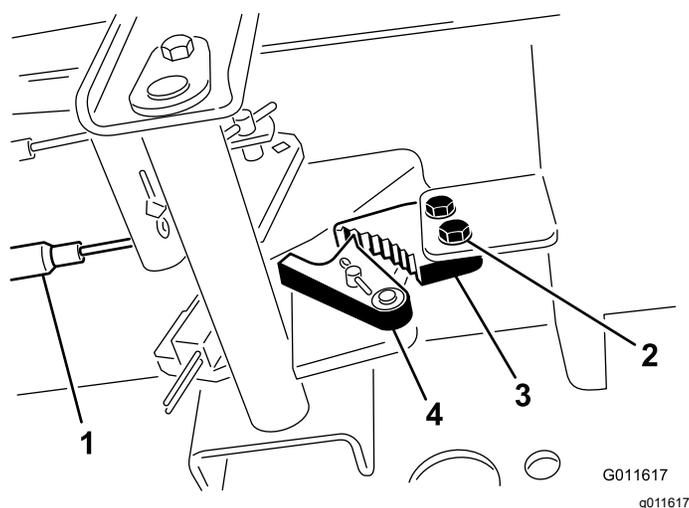

Figura 70
- Solte os 2 parafusos que prendem a lingueta do travão de estacionamento à estrutura (Figura 70).
- Carregue no pedal do travão para a frente até o detentor do estacionamento engatar completamente na lingueta do travão (Figura 70).